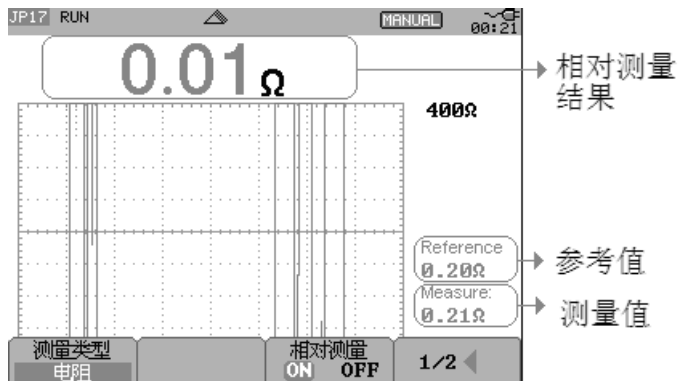

图 3-17 相对测量打开
- 2、此时按 F3 打开相对测量，则参考值确定为： $0.20\ \Omega$ ，屏幕显示如图 3-17：